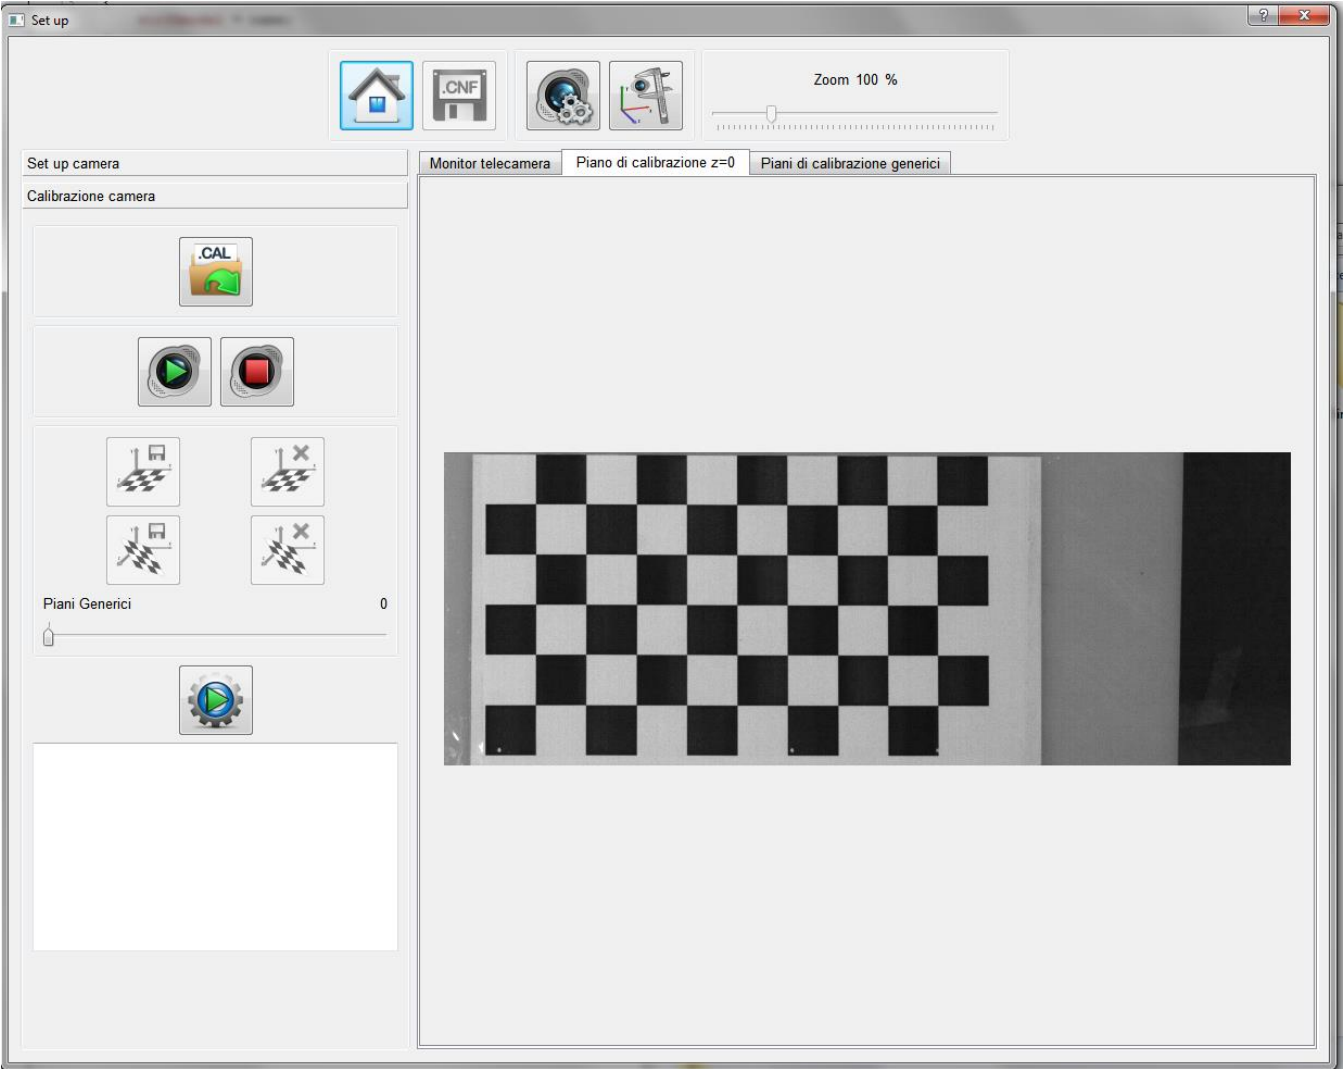

Figura 2.4: Pannello di Set Up con la tab di “Calibrazione camera” attiva.
La figura 2.4 mostra le funzionalità di calibrazione della camera, che viene attivato tramite il tasto . Obiettivo di questo step, è produrre una mappa che corregga le distorsioni dell'ottica, traducendo in coordinate x-y reali (riferite al piano di riferimento 0) le coordinate degli indici discreti di ogni pixel. Tale operazione è effettuata tramite l'acquisizione di diversi fotogrammi relativi ad un target di calibrazione (una scacchiera) le cui caratteristiche geometriche sono descritte in un file calibrazione.
6. lanciare il processing di calibrazione tramite  . Durante la procedura, viene visualizzata una barra a scorrimento arancione nella parte inferiore dell'interfaccia, e, nell'apposita finestra di output sottostante, indicato l'andamento del processing e le immagini che nel caso sono scartate (vedi figura 2.4). Al termine della procedura, che richiede diversi minuti, viene fornita la precisione e l'errore con cui l'operazione di calibrazione è stata compiuta. È possibile acquisire ulteriori piani di calibrazione, che si aggiungono a quelli già acquisiti, ripartendo dallo step 3, per ottenere una calibrazione più precisa.
Un esempio di questo tab è stato proposto nella figura 2.4.